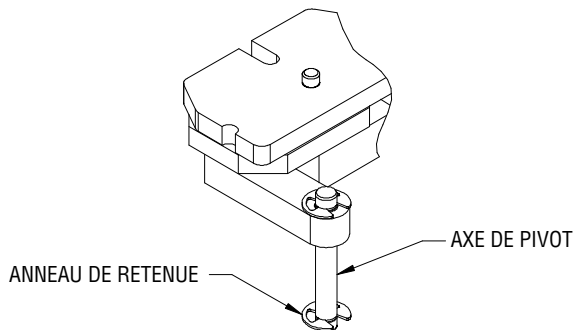

Figure 3: Étrier de Retenue Sur Axe de Pivot
3. Retirer l'étrier de retenue du bras de pivot et rapprocher celui-ci du bras de serrage du poste de nettoyage. Voir la Figure 3.